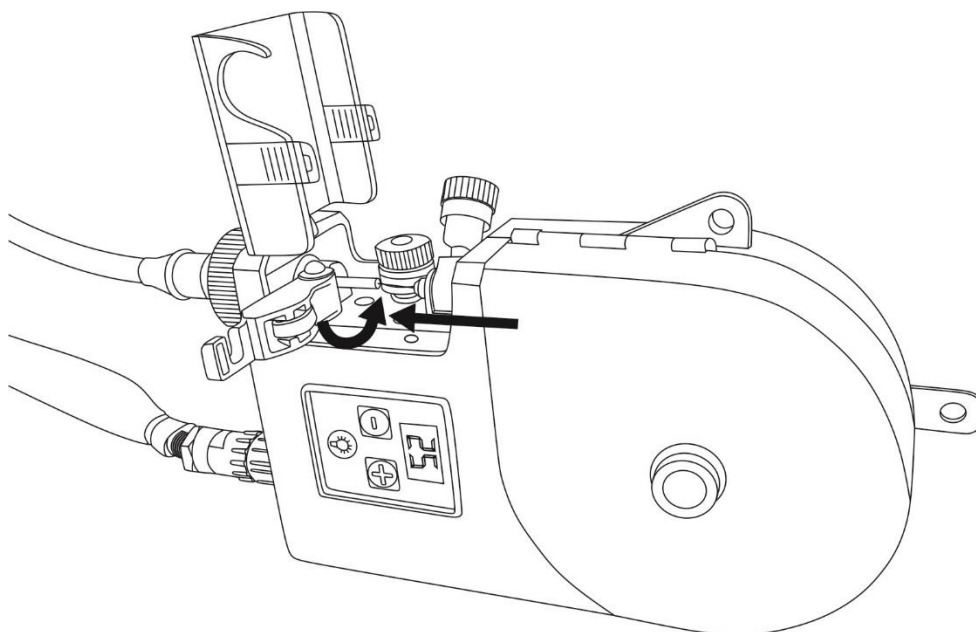

Рис. 7.13. Протяжка присадочной проволоки в направляющий канал ППУ.
2. Протяните присадочную проволоку в направляющий канал ППУ (См. рис. 7.13).